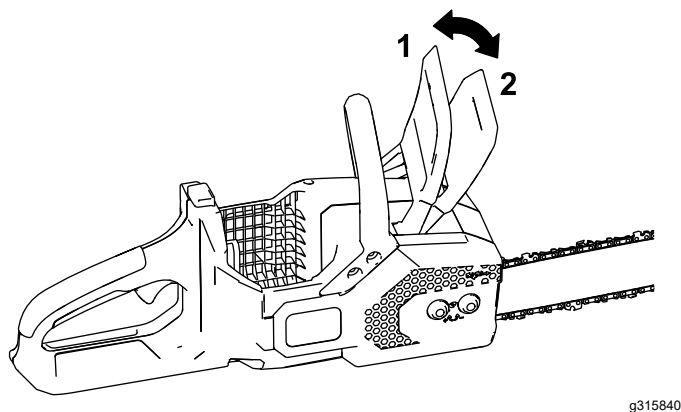

Figure 25
- Engagez le frein de chaîne en l'actionnant vers l'avant à la position ARRÊT (Figure 25).
- Désengagez le frein de chaîne en l'actionnant vers l'arrière à la position MARCHE (Figure 25).
4. Vérifiez que le frein de chaîne est en position de MARCHE (Figure 25).